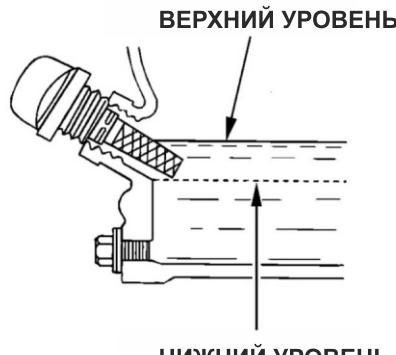

Рис. 1
- Открутите крышку маслозаправочного отверстия и тщательно вытряните встроенный в нее щуп (см. рис. 1).